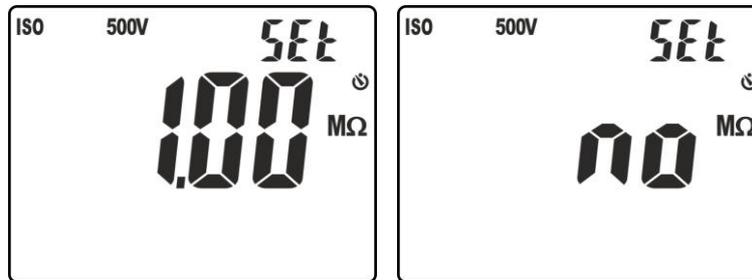

Fig. 16: Impostazione soglia limite nella misura di isolamento
5. Premere i tasti  $\nabla/\text{☼}$  o  $\blacktriangle/\text{ZERO}$  per selezionare il valore tra le opzioni: **0.10M $\Omega$** , **0.230M $\Omega$** , **0.50M $\Omega$** , **1.00M $\Omega$** , **100M $\Omega$** , **no**. L'opzione "no" indica la non impostazione della soglia (vedere Fig. 16)
4. Premere e tenere premuto il tasto **VTEST/LIM** (>2s) per impostare la soglia limite minima sulla misura. Il simbolo "Set" lampeggia a display. Premere i tasti **▼/☼** o **▲/ZERO** per selezionare il valore tra le opzioni: **0.10MΩ, 0.230MΩ, 0.50MΩ, 1.00MΩ, 100MΩ, no**. L'opzione "no" indica la non impostazione della soglia (vedere Fig. 16)
4. Premere e tenere premuto il tasto **VTEST/LIM** (>2s) per impostare la soglia limite minima sulla misura. Il simbolo "Set" lampeggia a display. Premere i tasti **▼/⚡** o **▲/ZERO** per selezionare il valore tra le opzioni: **0.10MΩ, 0.230MΩ, 0.50MΩ, 1.00MΩ, 100MΩ, no**. L'opzione "no" indica la non impostazione della soglia (vedere Fig. 16)